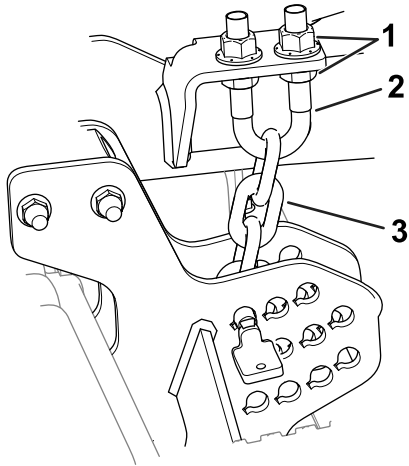

Figura 10
6. Afloje las contratuercas en la parte superior o inferior del perno en U de la cadena de altura de corte (Figura 10).